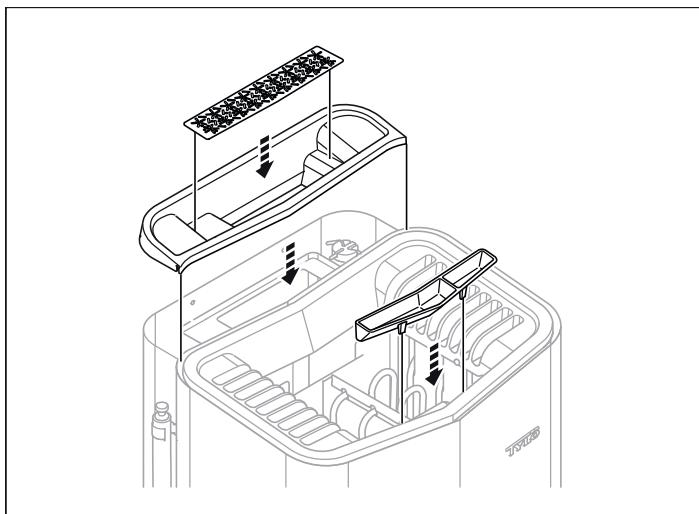

Fig 13: Montering av lock till vattentank, örtsil och doftbehållare/luftfukture
11. Montera locket till vattentank, örtsil och doftbehållare/luftfukture (se Fig 13).